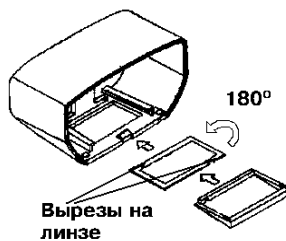

Рисунок 30
- **ВНИМАНИЕ!** выдвинуть линзу, повернуть ее на  $180^\circ$  (рисунок 30), установить в крышку так, чтобы одинарный вырез был направлен внутрь корпуса, гладкая сторона линзы должна быть направлена наружу;